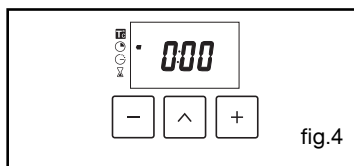

fig.4
Appuyez sur la touche “^” pour valider (fig.4).
Il vous est cependant possible d'ajuster la température en actionnant la manette de sélection de température vers + ou - (fig.4)
- 0:00 s'affiche (fig.4).